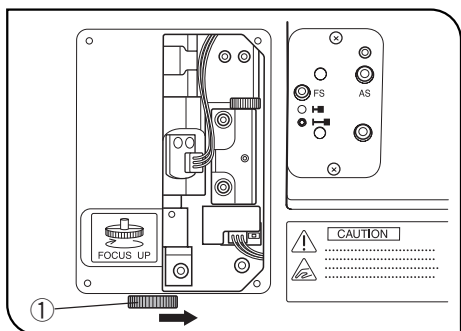

図 3
・電源を○(OFF)にし、投光管右側面のパネルをプラスドライバにて外し、パネル内にある手動ハンドル①をイラスト表示と逆方向(右方向)に回して、レボルバを下げます。(図3)